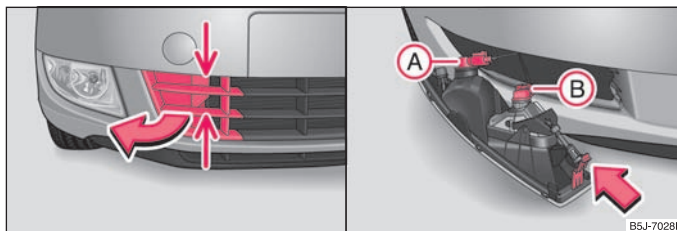

Abb. 173 Vorderer Stoßfänger: Schutzgitter / Ausbau des Nebelscheinwerfers
- Greifen Sie das Gitter an den mit Pfeilen gekennzeichneten Stellen ⇒ Seite 198, Abb. 173 - links an und nehmen Sie es heraus.
- Führen Sie die Hand in die Öffnung, in der sich das Gitter befand und drücken Sie die Federfalle ⇒ Seite 198, Abb. 173 - rechts.
- Drehen Sie den Stecker (A) mit der Lampe für Tagfahrlicht bzw. den Stecker (B) mit der Lampe des Nebelscheinwerfers bis zum Anschlag nach links und nehmen Sie ihn heraus.